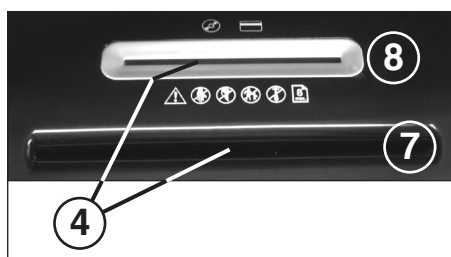

Fig. 2
- 4 = Fotocellula (avanzamento) (Fig. 2)**
- 7 = Vano di alimentazione carta (Fig. 2)**
- 8 = Vano di alimentazione carta di sicurezza (Fig. 2)**